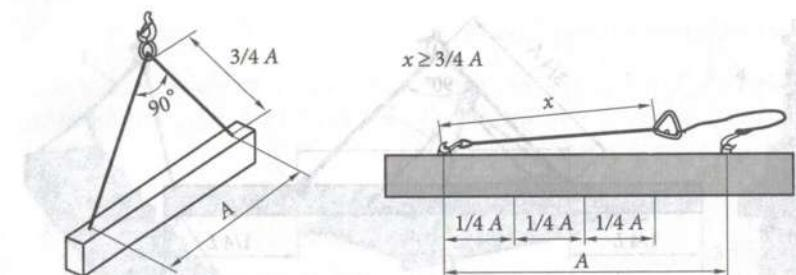

Рис. 1.10. Подбор стропа по длине:
- необходимо убедиться, что **длина  $x$**  ветви стропа (рис. 1.10) составляет не менее  $3/4$  расстояния  $A$  между местами строповки. При выполнении данного условия угол между ветвями стропа будет не более  $90^\circ$ .